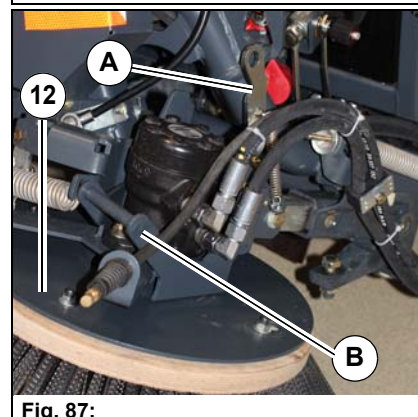

Fig. 87:
Le dispositif de blocage de transport **Fig. 87-A** se trouve des deux côtés de l'unité de balayage **Fig. 87-12** et a pour fonction de fixer les balais circulaires pendant le trajet de transport.
- Pour verrouiller : lever le bras de balai à l'aide de la poignée **Fig. 87-B**. Verrouiller le bras de balai avec le crochet du dispositif de blocage de transport.
- Pour déverrouiller : lever le bras de balai à l'aide de la poignée **Fig. 87-B**. Déverrouiller le bras de balai avec le crochet du dispositif de blocage de transport et le laisser redescendre doucement.
1. Bloquer l'unité de balayage avec le dispositif de blocage de transport **Fig. 87-A**, voir page 111.